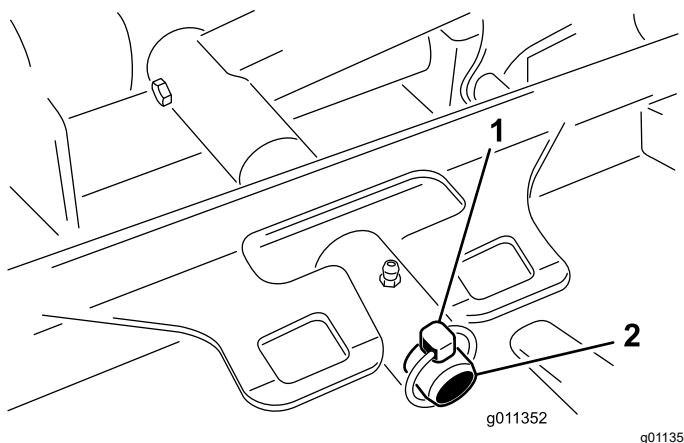

Figura 80
3. Rimuovete l'acciarino (per macchine Groundsmaster 4500) o il dado di fissaggio (per macchine Groundsmaster 4700) che fissa il telaio portante dell'apparato di taglio al perno girevole del braccio di sollevamento (Figura 80).
2. Fate scorrere il telaio portante dell'apparato di taglio sul perno girevole del braccio di sollevamento (Figura 80). Fissate l'apparato di taglio al perno con l'acciarino (per macchine Groundsmaster 4500) o il dado di fissaggio (per macchine Groundsmaster 4700).